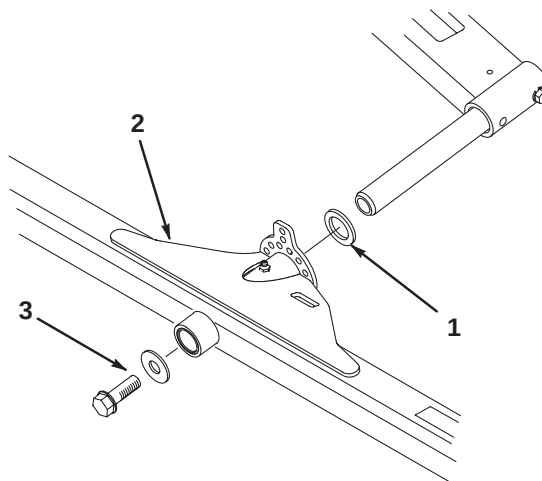

図 10
1. 昇降アームのピボット・ロッドにスラストワッシャを通す（図10）。
2. ピボット・ロッドに、カuttingユニットのキャリアフレームを取り付け、平ワッシャとフランジヘッド・キャップスクリューで固定する（図10）。